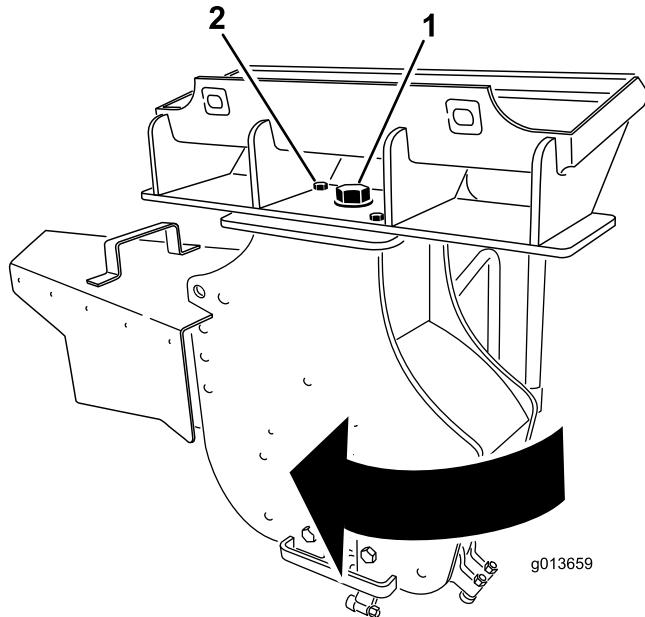

Figura 10
3. Afloje el perno grande situado encima del desbastador (Figura 10).
4. Retire el perno delantero y la tuerca que sujetan el desbastador (Figura 10).
5. Gire el desbastador 30 grados en el sentido de las agujas del reloj (Figura 10).
6. Apriete el perno grande situado encima del desbastador a 406 N·m (Figura 10)
7. Instale el perno y la tuerca en el taladro delantero y apriételos a 101 N·m (Figura 10).
12. Afloje el perno grande situado encima del desbastador (Figura 10).
13. Retire el perno delantero y la tuerca que sujetan el desbastador (Figura 10).
14. Gire el desbastador 30 grados en el sentido contrario a las agujas del reloj (Figura 10).
15. Apriete el perno grande situado encima del desbastador a 406 N·m (Figura 10).
16. Instale el perno y la tuerca en el taladro delantero y apriételos a 101 N·m (Figura 10).